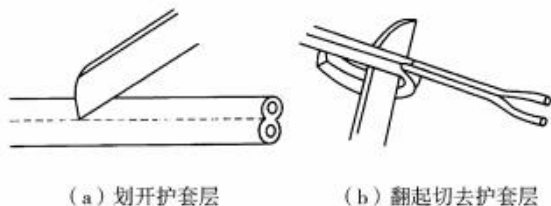

图 1-20 塑料护套线绝缘层的剖削
(1) 首先按所需长度用电工刀刀尖沿芯线中间缝隙划开护套层,如图 1-20(a) 所示;
- (2) 然后向后翻起护套层,用电工刀齐根切去,如图 1-20(b)所示;
- (3) 在距离护套层 5~10 mm 处,用电工刀以 45°角倾斜切入绝缘层。其他剖削方法与塑料硬线绝缘层的剖削方法相同。